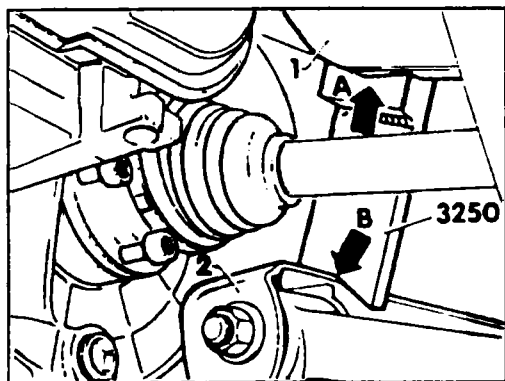

Рис. 5.16 Установка приспособления VW 3250
♦ Установите приспособление VW 3250 (см. рис. 5.16) так, чтобы левую полуось, винт амортизатора и соединительную тягу (стабилизатор справа) можно было снять. Упор (А) приспособления должен находиться перед верхним поворотным кулаком. V-образный вырез (В) упирается в кронштейн навесных агрегатов (2).